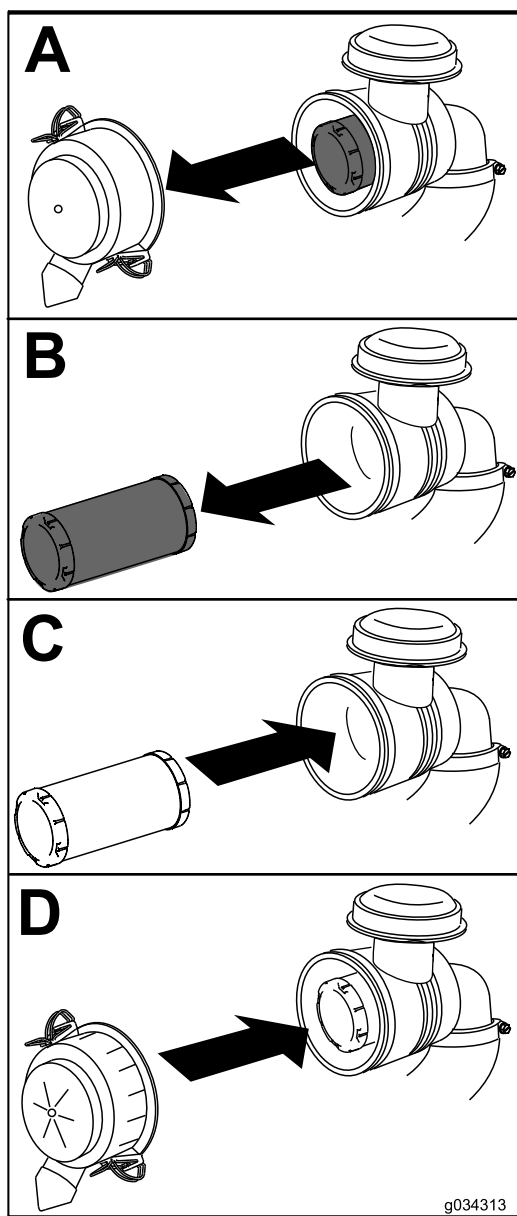

Figura 41
1. Extraiga con cuidado el elemento del limpiador de aire de la carcasa del limpiador de aire (Figura 41).
4. Instale la tapa del limpiador de aire con el lado que lleva la palabra UP hacia arriba, y fije los cierres (Figura 41).